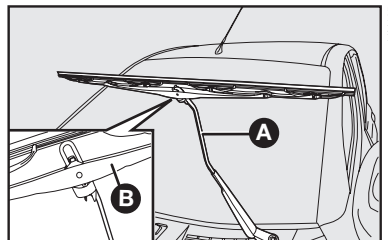

fig. 19
## Sustitución de las escobillas del limpiaparabrisas - fig. 19
- 2) Presione la escobilla **B-fig. 19** y empújela la hacia abajo soltándola del brazo **A**.